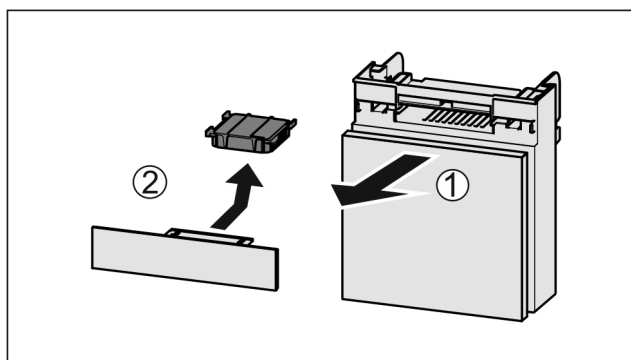

Fig. 186
- Pretinac izvucite Fig. 186 (1) prema naprijed.
- Izvadite filter s aktivnim ugljenom Fig. 186 (2).